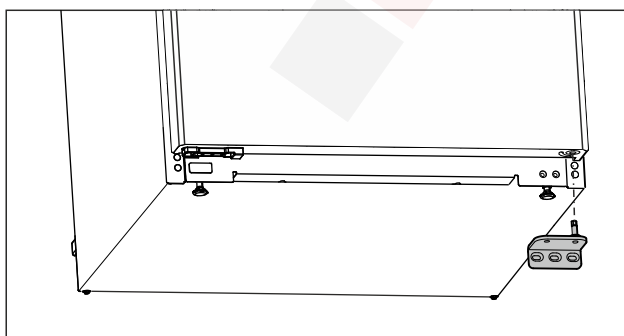

Fig. 12
- ▶ Vegye le lefelé a csapágybakot. (lásd Fig. 12)